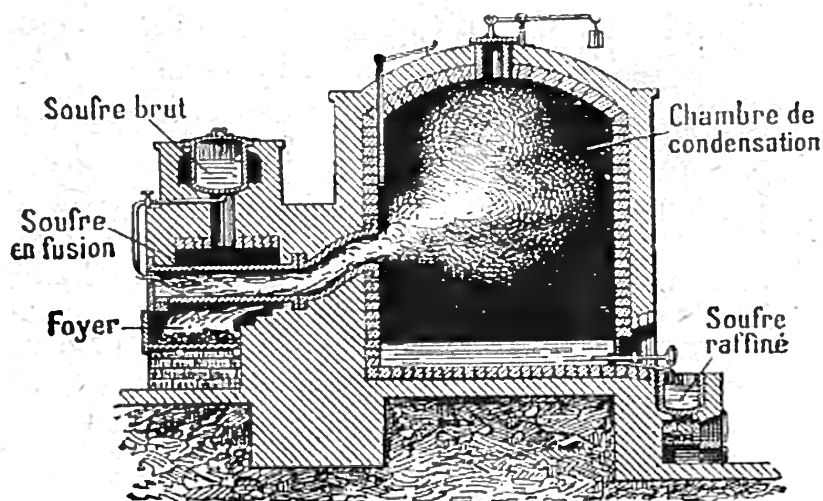

Fig. 79. — Raffinage du soufre.
2. Raffinage du soufre. — On chauffe dans une chaudière (fig. 79) le soufre brut, obtenu par fusion ou par une première distillation ; il descend dans une cornue